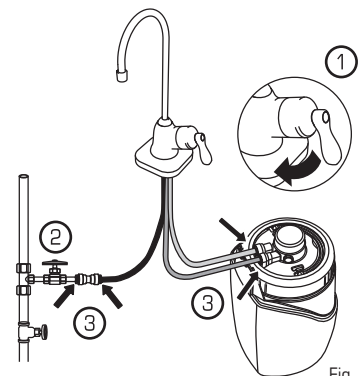

Fig. 25
7. **Abra** la llave eSpring. ① **Abra** la válvula de cierre del suministro de agua fría para empezar a correr el agua por el purificador de agua ② (Fig. 25).
8. **Cierre** la llave auxiliar eSpring y revise si hay señales de goteras en todas las conexiones de la manguera ③ (Fig. 25). Si encuentra goteras o burbujas, consulte la sección de Solución de problemas (pág. 7).